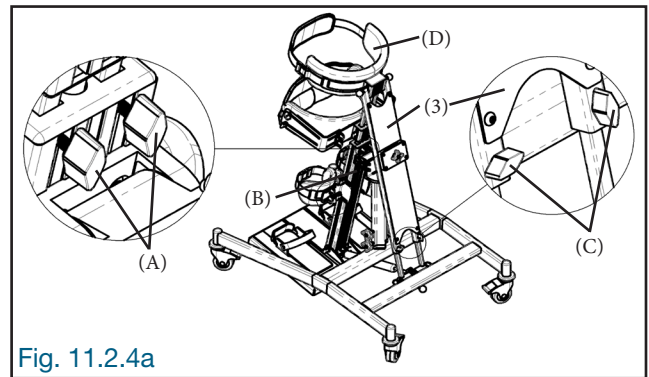

Fig. 11.2.4a
Dévisser légèrement les boutons de blocage (A) au dos du châssis (B) ainsi que les boutons de blocage (C) au bas du stabilisateur (3), ajuster en hauteur la butée thoracique (D) puis resserrer fermement les quatre boutons de blocage (A) et (C) dévissés précédemment (Fig. 11.2.4a).